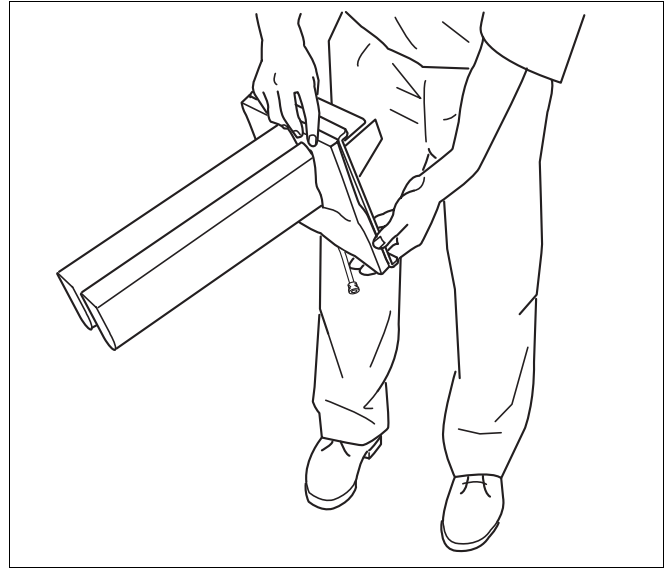

Abb. 52 Brenner schwenken
- Restwasser durch Schwenken des Brenners entfernen (Abb. 52).